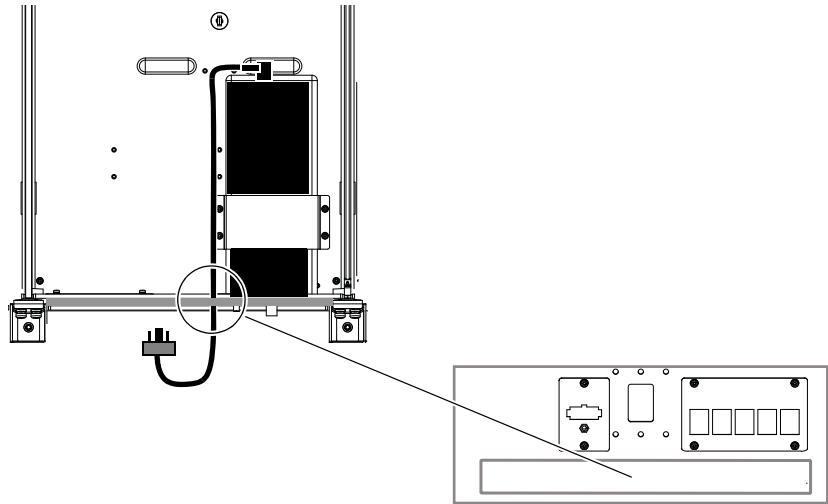

Figure 12. Câble d'alimentation sortant de la plaque de connexion arrière
- 1 Si cela n'est pas déjà fait, faites sortir le câble d'alimentation CC de chaque bloc d'alimentation à travers l'ouverture de la plaque de connexion arrière, comme représenté sur la Figure 12.